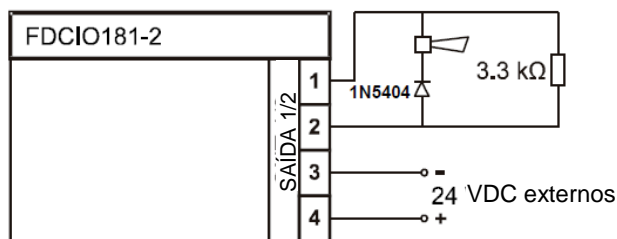

Fig.3 Conexão para a operação normal com a linha de saída monitorada para curto-circuito e linha aberta
- Em status inativo, a linha de saída é monitorada para linha aberta ou curto-circuito (Fig. 3).